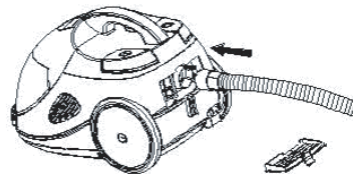

Рис. 9
2. Вставьте гибкий шланг в выходное отверстие и начинайте уборку (Рис. 9).